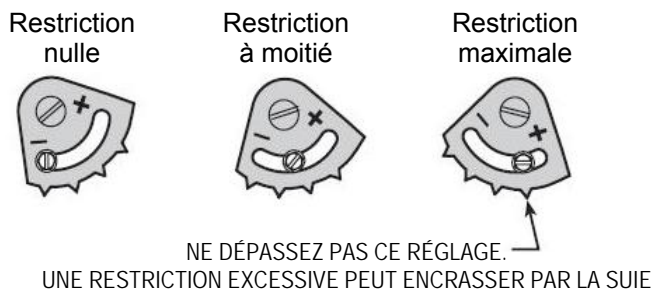
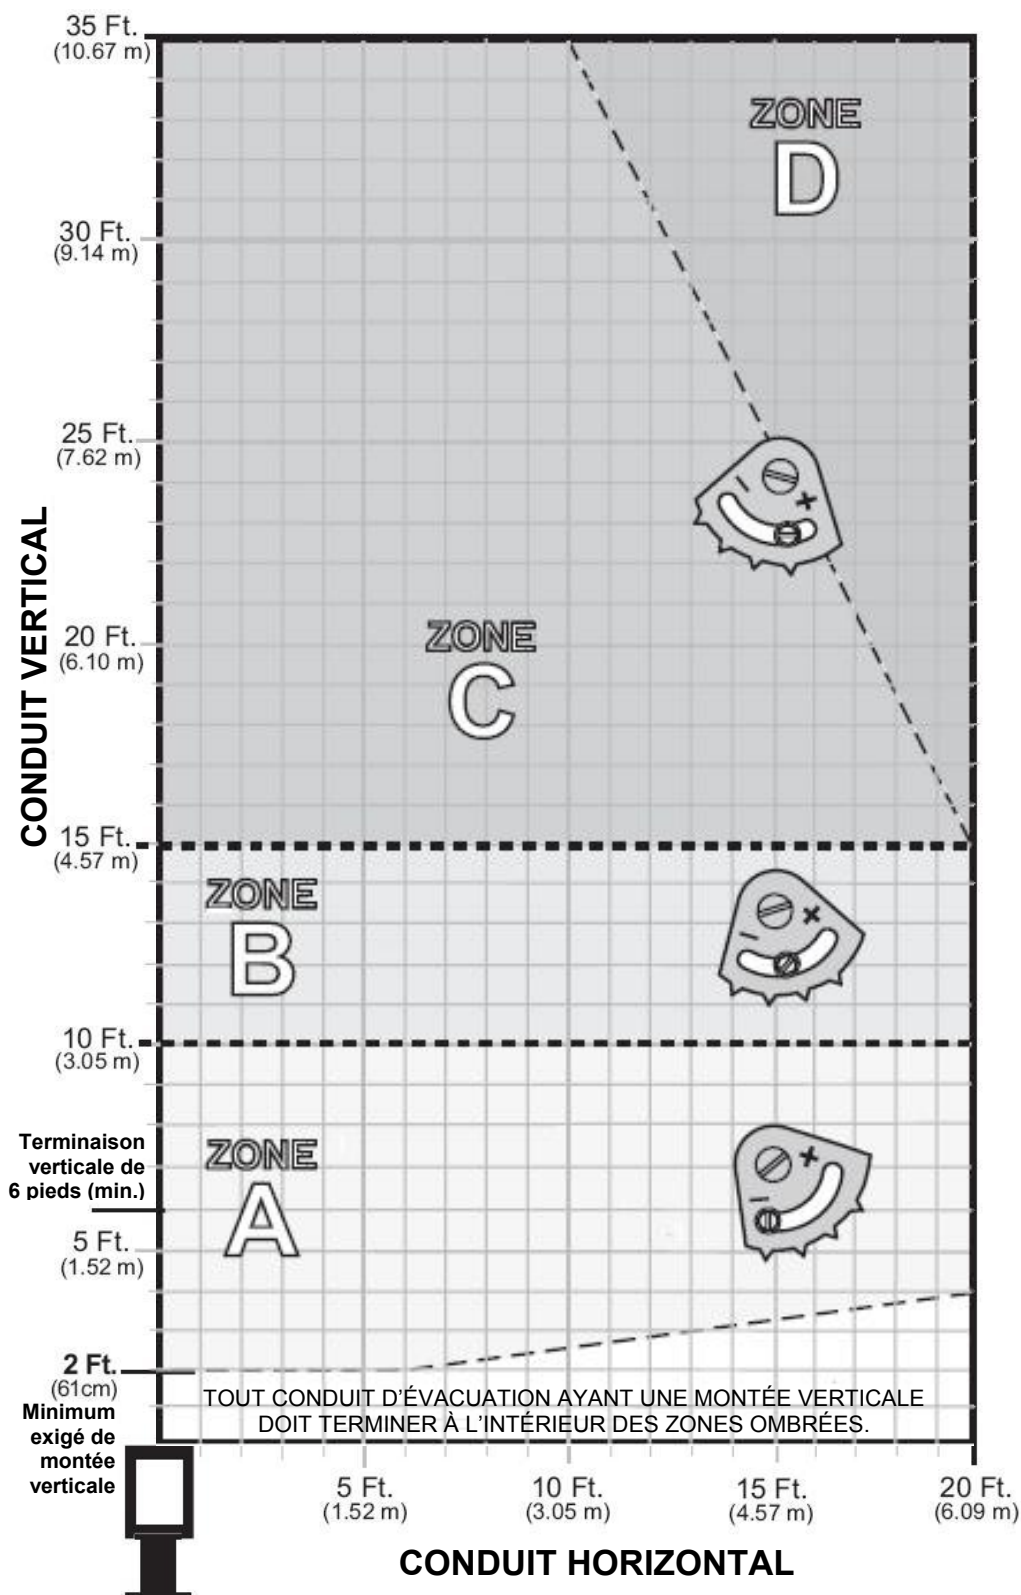

Figure 15. Réglages de la restriction d'évacuation
Figure 17. Diagramme de terminaison d'évacuation
1. **Utilisez le réglage de restriction recommandé selon la zone du diagramme de terminaison d'évacuation, à la Figure 17.** Dans une cheminée en maçonnerie, une gaine d'argile réfractaire ou une gaine d'acier homologuée doit être présente sur toute la longueur de la cheminée.
Utilisez le Diagramme de terminaison d'évacuation de la fig. 17, pour déterminer dans quelle zone se trouve votre terminaison d'évacuation, et faire les réglages de restriction appropriés du conduit d'évacuation et de la prise d'air. Utilisez ces réglages comme directives générales pour commencer. Les réglages finaux devront ensuite être déterminés selon les caractéristiques particulières de votre installation (il n'y a pas de règle absolue).
2. Desserrez la vis de blocage et tournez la plaque pivotante de restriction au point indicateur approprié, tel que spécifié dans le diagramme de terminaison d'évacuation de la figure 17. Après avoir fait fonctionner le brûleur durant 15 minutes, faites tout ajustement additionnel par incréments de 1/8 po jusqu'à ce que vous obteniez l'apparence de flamme désirée. **Ne dépassez pas le réglage maximal de fermeture montré à la fig. 15.** Faites fonctionner le brûleur 10 à 15 minutes entre chaque réglage additionnel.